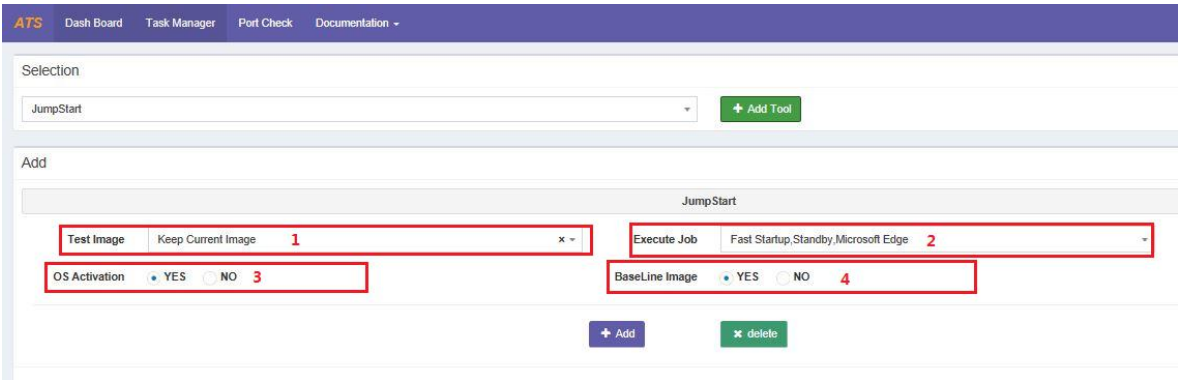

图 15
a. 图 15 中的 1，选择测试机的测试镜像
- b. 图 15 中的 2，选择 Jumpstart 的测试项，共有 4 个可供选择
- c. 图 15 中的 3，选择系统是否激活
- d. 图 15 中的 4，选择 Jumpstart 测试时，是否跑 OEM